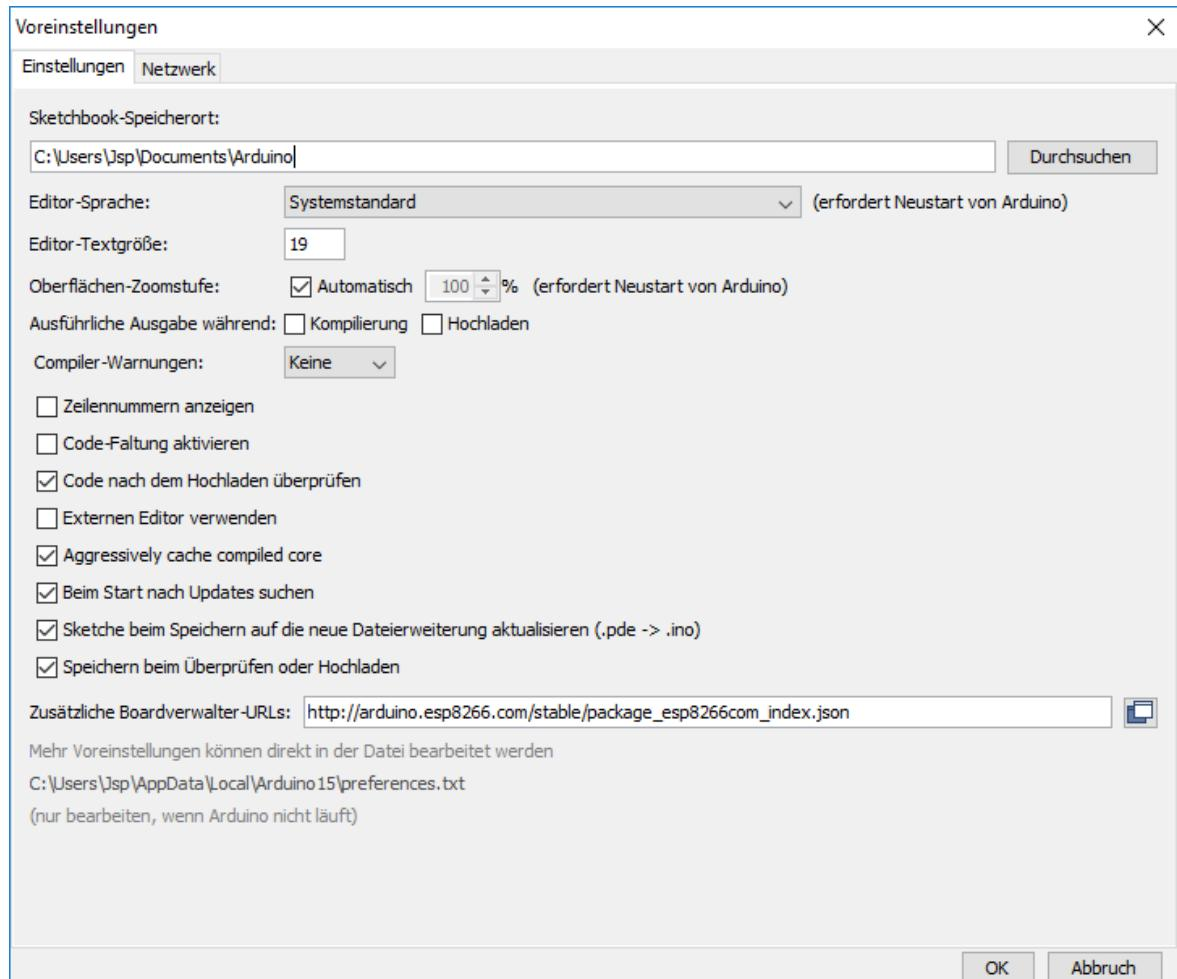

Abbildung 2.11: Dialog zur Konfiguration der IDE
**Voreinstellungen** (**Strg**+**,**) gelangt man zum Einstellungsdialog (⇒ Abbildung 2.11: *Dialog zur Konfiguration der IDE*, Seite 15). Im Feld **Zusätzliche Boardverwalter-URLs:** wird die URL für die Konfiguration eingegeben, in diesem Falle ist das [http://arduino.esp8266.com/stable/package\\_esp8266com\\_index.json](http://arduino.esp8266.com/stable/package_esp8266com_index.json), Kurzlink: hjk. Der Einstellungsdialog wird dann mit **Ok** geschlossen.